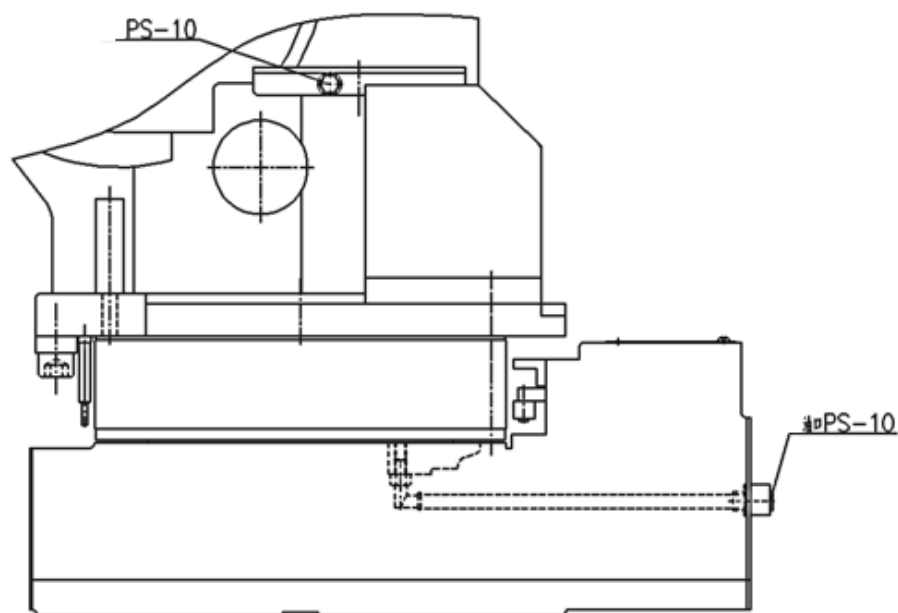

图 11 J1 轴减速机局部结构
电池组的安装位置见图 11。
(1) 油脂补充步骤（参考 图 11）
③ 安装排油口堵塞前，运动 J1 轴几分钟，使多余的油脂从排油口排出；
④ 用布擦净从排油口排出的多余的油脂，在排油口安装堵塞。堵塞的螺纹处要缠生胶带并用扳手拧紧。
(2) 油脂更换步骤（参考 图 11）